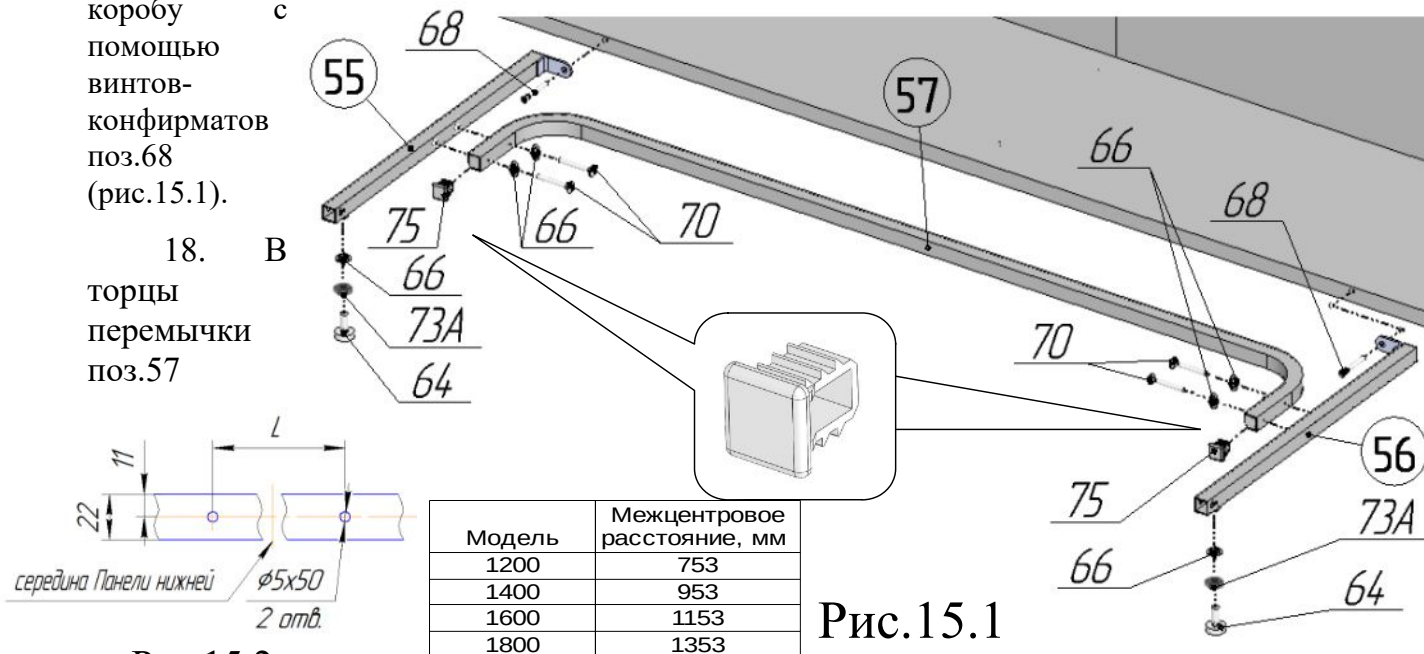

Рис.15.2
17. В торцы перемычки поз.57 вставить заглушки 20х20 поз.75в соответствии с рис.15.1 . К перемычке поз.57 присоединить упоры поз.55 и поз.56, используя винты М6х35 поз.70 и шайбы стопорные поз.66 в соответствии с рисунком 15.1. Во встроенные гайки упоров поз.55,56 ввернуть ножки поз.64, предварительно навинтив на них гайки М8 ГОСТ поз.73А и надев на стержни ножек шайбы стопорные поз.66. Просверлить в панели нижней поз.43 отверстия  $\phi 5 \times 50$  с координатами в соответствии с рис.15.2 и таблицей. Присоединить собранную конструкцию к коробу